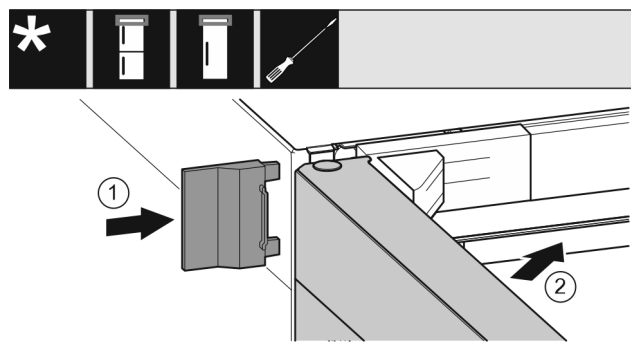

Fig. 25
- Insérer le cache extérieur Fig. 25 (1).
- Fermer la porte supérieure Fig. 25 (2).